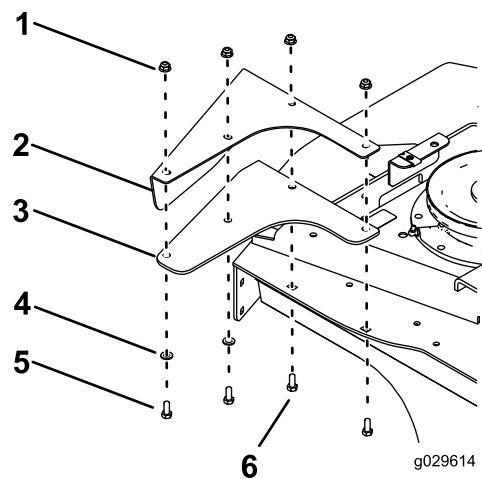

図 13
8. 左側フットシールドとデフレクタを、デッキ上面と側面に取り付けるキャリッジボルト5/16 x 7/8 インチ 2本とナット5/16 インチ4個を使用して図 13のように取り付ける。